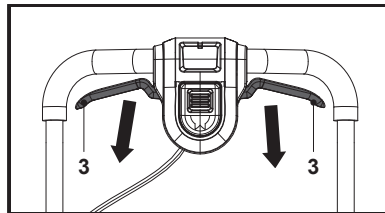

Fig. 18
Suelte las palancas de arranque (3) para detener el motor y la cuchilla (22) (Fig. 18).